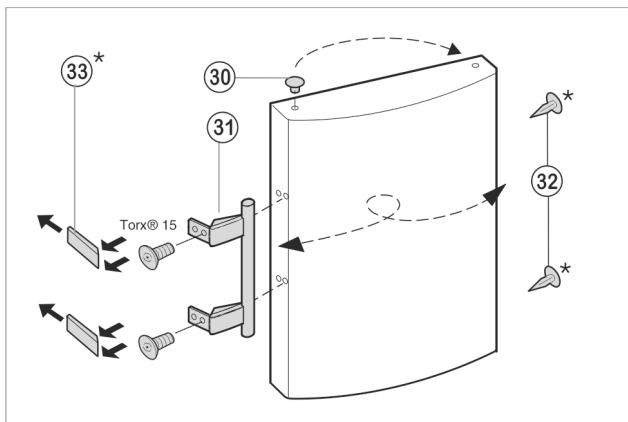

Fig. 8
- ▶ Trň Fig. 8 (30) z ložiskového puzdra dverí vyberte a premiestnite.
- ▶ Držadlo dverí Fig. 8 (31), tŕň Fig. 8 (32) a prítlačné platničky Fig. 8 (33) odmontujte a premiestnite na opačnú stranu.